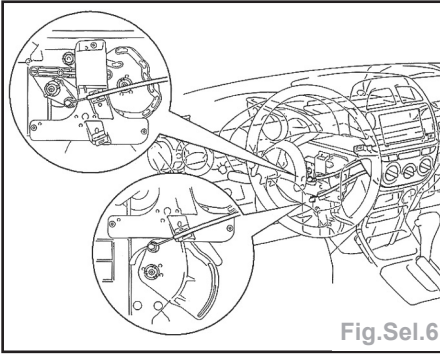

Fig.Sel.6
- déposer les câbles de chauffage situés sur le bloc chauffage (fig.Sel.6).